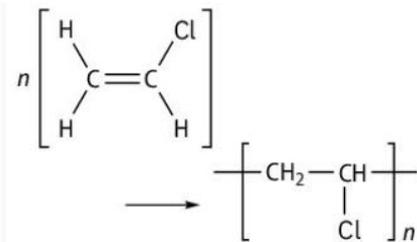

FIG. 8 Synthèse du polychlorure de vinyle (PVC) par polymérisation.
■ Une synthèse peut également conduire à la formation d'un polymère : on parle alors de **polymérisation** (FIG. 8).